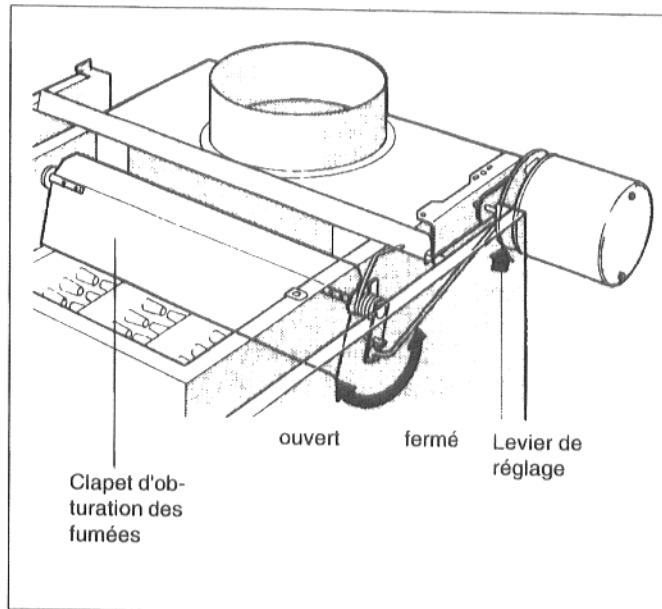

Fig. 35 : clapet d'obturation des fumées
- En cas de demande de chaleur, le clapet d'obturation des fumées doit se mettre en position "ouverte". Contrôler ce phénomène en actionnant le levier de réglage (fig. 35).